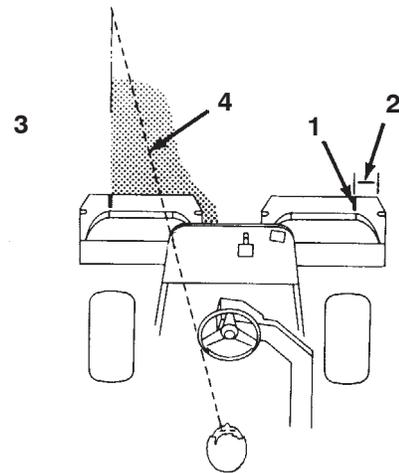

Bild 39
3. Wenn Sie zurückfahren, sollte der neue Mähgang den ersten ein klein wenig überlappen. Damit Sie in einer möglichst geraden Linie über die Grünfläche fahren können und einen gleichmäßigen Abstand zum zuvor gemähten Rasenstück einhalten können, sollten Sie sich eine imaginäre Sichtlinie ungefähr 1,8 bis 3 m vor der Maschine bis zum Rand des noch ungemähten Teils der Grünfläche vorstellen (Bild 39). Manche Leute finden es auch hilfreich, die äußere Kante des Lenkrads in die Sichtlinie mit einzubeziehen, d.h. sie halten das Lenkrad in einer Linie mit einem Punkt, der immer im gleichen Abstand von der Vorderseite der Maschine bleibt.